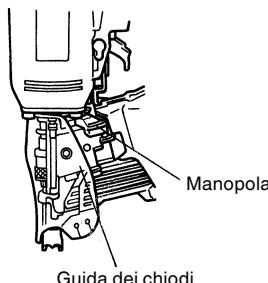

Fig. 21
(1) Occasionalmente pulite la parte slittante della manopola e poi applicate l'olio raccomandato. (Vedi Fig. 21)